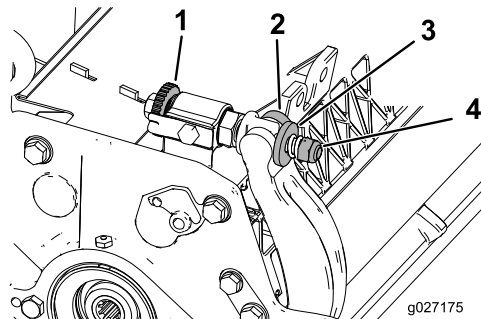

Figura 24
1. Gire los tornillos de ajuste de la barra de asiento en sentido antihorario para alejar la contracuchilla del molinete (Figura 24).
2. Afloje la tuerca de tensado del muelle hasta que el muelle deje de presionar la arandela contra la barra de asiento (Figura 24).